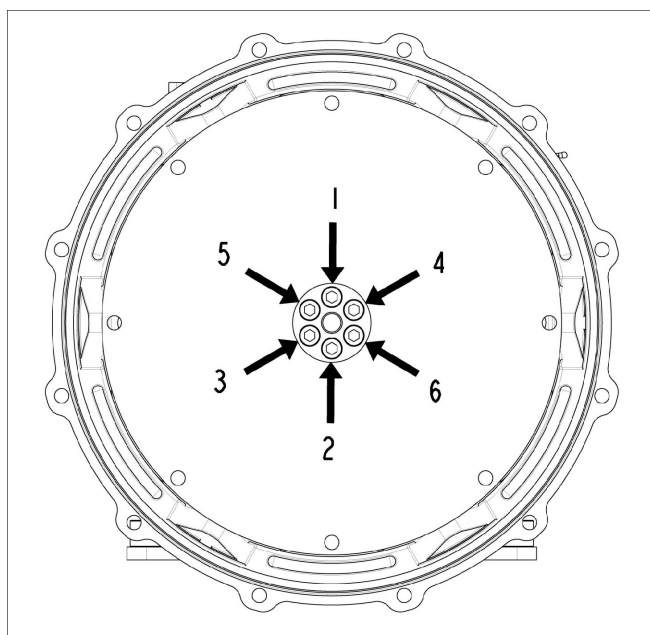

图 21. 轮毂固定顺序
4. 如果需要，请拧紧耦合盘螺栓，如 图 21 在第 xx 页 35 所示。请参见 章 8 在第 xx 页 57 以了解拧紧扭矩。